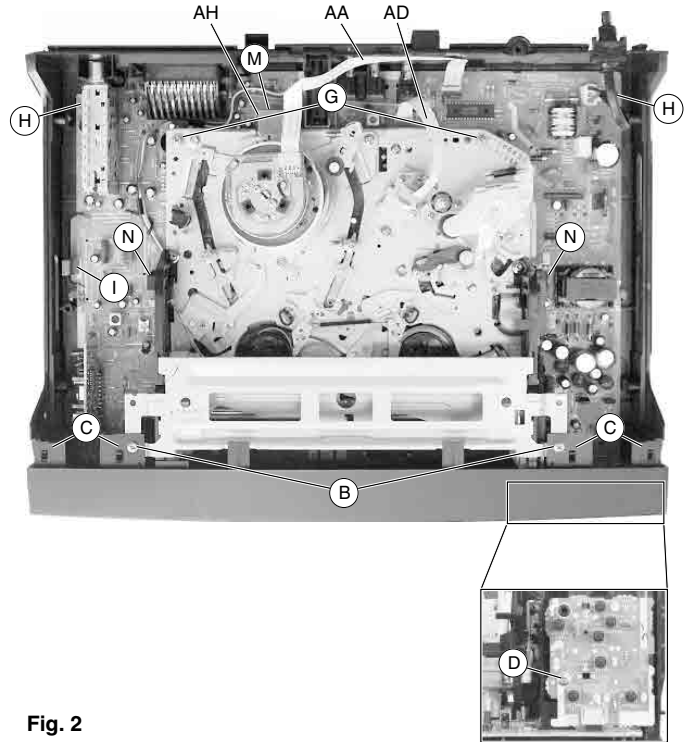
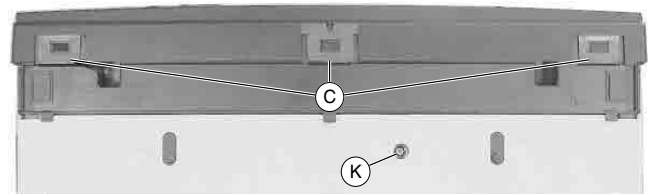
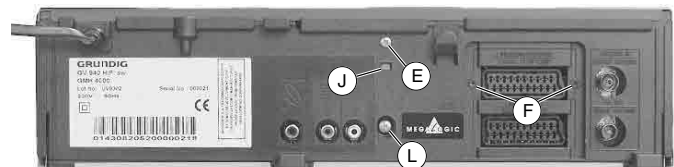

Fig. 2
Fig. 3
Fig. 4
- 2 Schrauben (B) herausdrehen (Fig. 2).
- Rasthaken (C) (Fig. 2 / 3) lösen und Frontblende abnehmen.
- Schrauben (D) (Fig. 2) und (E) (Fig. 4) herausdrehen.
- je 2 Schrauben (F) (Fig. 4), (G) / (H) (Fig. 2) herausdrehen.
- festgeklebter Flexprint (AA, Fig. 2) von der Rückwand lösen.
- Rastnasen (I) (Fig. 2) und (J) (Fig. 4) lösen.
- Der Flexprint (AA, Fig. 2) für den Kopfscheibenmotor ist an die Rückwand zu kleben.
- Schrauben (K) (Fig. 3) und (L) (Fig. 4) herausdrehen.
- Abschirmblech (M) (Fig. 2) abnehmen.
- 2 Schrauben (G) (Fig. 2) herausdrehen (nur wenn die Chassisplatte und das Laufwerk im Rahmen ist).
- Steckverbindungen AA, AD und AH (Fig. 2) vom Laufwerk zur Chassisplatte lösen.
- Beim Aufsetzen des Laufwerks auf die Chassisplatte ist auf die Sensoren für Bandanfang und Bandende zu achten. Diese müssen in die Abdeckungen (N) (Fig. 2) des Cassettschachtes eintauchen. Das Laufwerk muß leicht auf der Chassisplatte aufzusetzen sein, damit die Steckverbindungen zur Chassisplatte richtig kontaktieren.
- Undo 2 screws (B) (Fig. 2).
- Release the catches (C) (Fig. 2 / 3) and remove the front panel.
- Undo the screws (D) (Fig. 2) and (E) (Fig. 4).
- Undo 2 screws (F) (Fig. 4), (G) / (H) (Fig. 2) each.
- Detach the flexprint lead (AA, Fig. 2) glued to the rear side of the cabinet.
- Release the catches (I) (Fig. 2) and (J) (Fig. 4).
- Fix the flexprint lead (AA, Fig. 2) for the headwheel motor with adhesive to the rear of the cabinet.
- Undo the screw (K) (Fig. 3) and the screw (L) (Fig. 4).
- Remove the heat sink (M) (Fig. 2).
- Undo 2 screws (G) (Fig. 2) (Chassis Board and Drive Mechanism in the cabinet frame).
- Unplug the connectors AA, AD and AH (Fig. 2) from the Drive Mechanism to Chassis Board.
- When putting the Drive Mechanism on to the Chassis Board take care of the tape start and tape end sensors. They must plunge into the covers (N) (Fig. 2) on the cassette compartment. It must be possible to put the Drive Mechanism easily on the Chassis Board to ensure that the connectors to the Chassis Board are in good contact.
- Dévisser les 2 vis (B) (Fig. 2).
- Défaire les crochets (C) (Fig. 2 / 3) et retirer la façade.
- Dévisser les vis (D) (Fig. 2) et (E) (Fig. 4).
- Dévisser les 2 vis (F) (Fig. 4), (G) / (H) (Fig. 2).
- Défaire le Flexprint (AA, Fig. 2) collé sur la face arrière.
- Défaire les tétons de verrouillage (I) (Fig. 2) et (J) (Fig. 4).